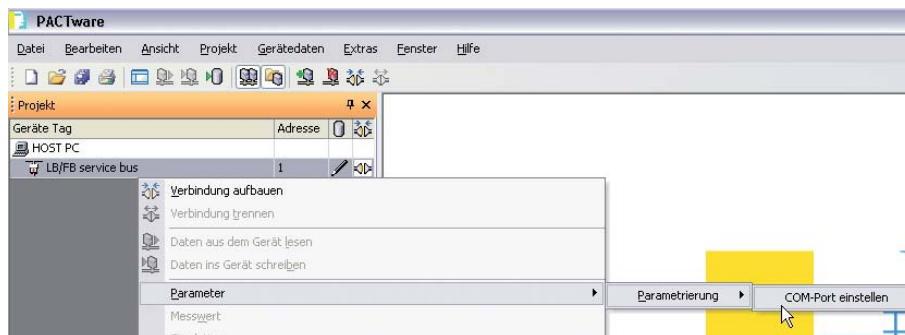

Bild 5.2: Com-Port einstellen
6. Wählen Sie im Kontextmenü **Parameter > Parametrierung > COM-Port einstellen** (siehe Bild 5.2 auf Seite 38).